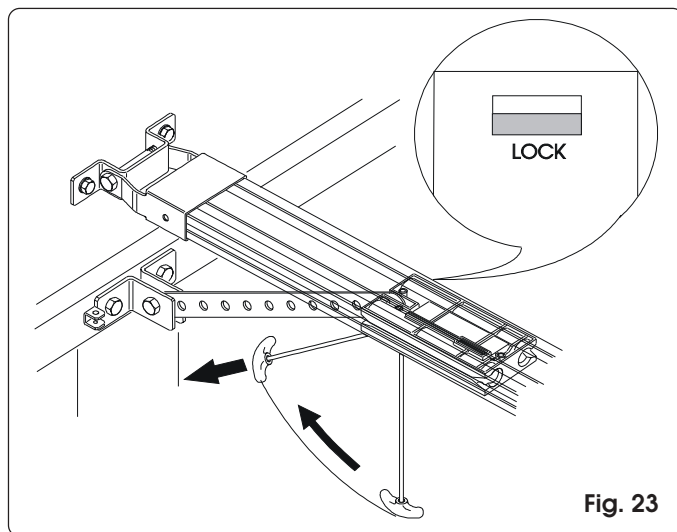

Fig. 23
- 4) Tirer la poignée de déverrouillage horizontalement dans le sens de la porte (fig. 23). Relâcher la poignée et vérifier que la fenêtre LOCK située sous le traîneau est rouge. Déplacer la porte à la main jusqu'à retrouver le point d'accrochage du traîneau.